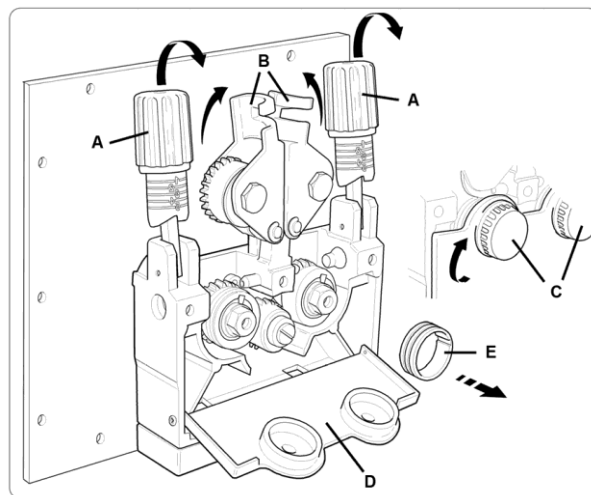

fig. 3
3.2 **Sostituzione rulli (fig. 3).**